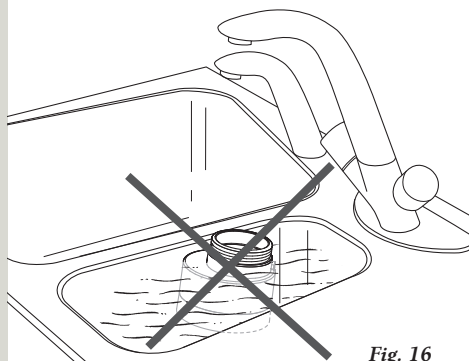

Fig. 16
- No sumergir la caldera en agua. (fig. 16)